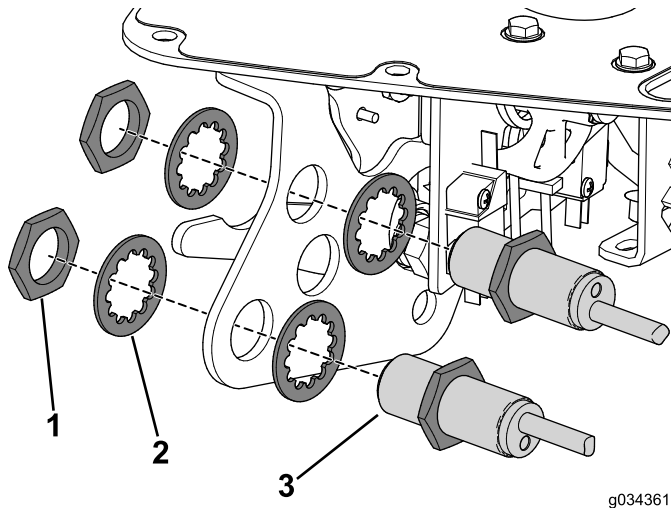

Figure 23
- Fixez les capteurs de proximité au support du levier de fonction à l'aide des écrous et des rondelles frein que vous avez retirés précédemment (Figure 23).